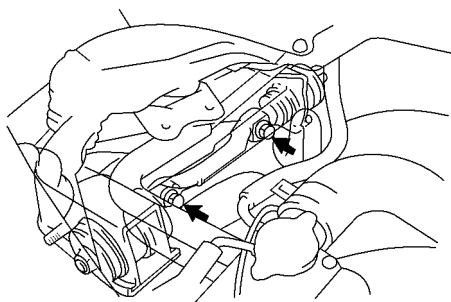

图 14-94 拆下动力转向储液箱从动力转向泵
1) 拆下 LH 上悬架臂时：如图 14-94 所示，拆下动力转向储液箱，并从动力转向泵脱开动力转向管，拆下发动机冷却液箱，拆下两个螺栓和上悬架臂。